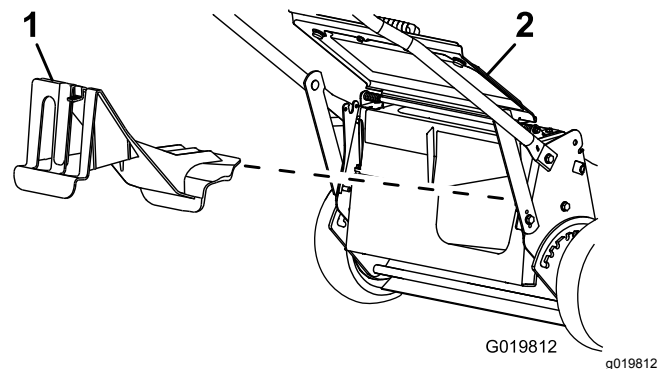

Bild 22
- Wenn die Heckauswurfklappe nicht eingesetzt ist, fassen Sie sie am Griff an, heben das Heckablenkblech an und setzen den Heckauswurfkanal ein, bis der Riegel arretiert, siehe Bild 22.
2. Drücken Sie zum Entfernen der Heckauswurfklappe den Riegel mit dem Daumen nach unten und ziehen die Klappe aus der Maschine (Bild 22).